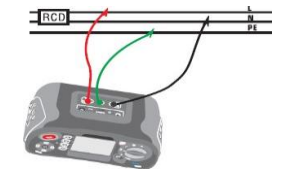

Abbildung 15 - Anschluss der Testleitungen für die RCD-Messung
- Verbinden sie die testleitungen wie in abbildung 15 dargestellt.
4. Verbinden Sie die Testleitungen wie in Abbildung 15 dargestellt
5. Verbinden Sie die Testleitungen wie in Abbildung 15 dargestellt